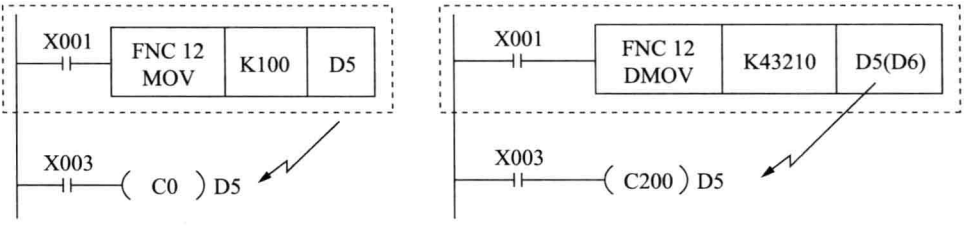
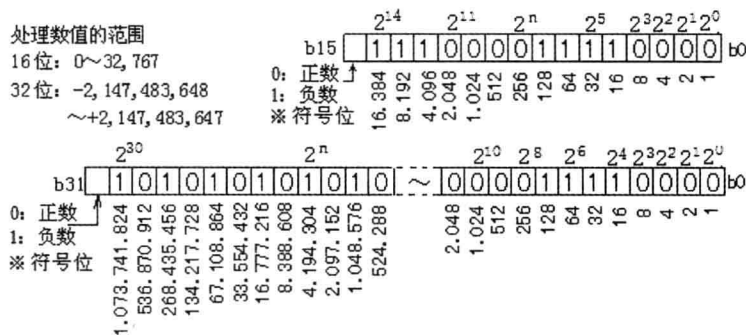

图 1-6 计数器的基本用法
图 1-7 计数器当前值的结构和作为数据寄存器使用的实例
2. 计数器的基本用法 (见图 1-6、图 1-7)
3. 计数器的当前值寄存器的结构（见图 1-7）